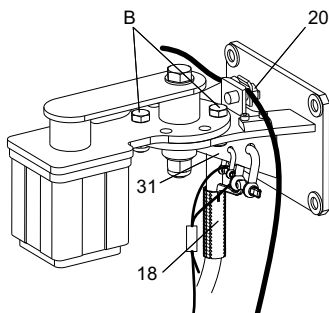

Рис. 9 Верхний фиксатор с подъемным и страховочным тросами и кабельным разъемом
20. Прикрепить кабельный разъем (поз. 18) к верхнему фиксатору с помощью скобы и протянуть через него кабель электродвигателя, насколько это необходимо. См. рис. 9. Кабель электропитания должен быть слегка натянут.